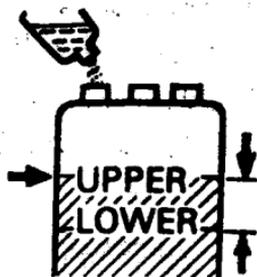

图 1-6
(11)检查蓄电池电解液液面高度。如图1-6所示，电解液液面应当在上限(UPPER)和下限(LOWER)之间，如低于下